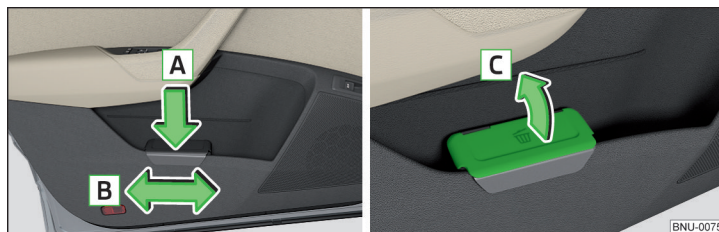

Fig. 104 Recipientul pentru reziduuri: introducerea sau deplasarea/deșchiderea
- ▶ Apăsați recipientul pentru reziduuri în partea din spate în sensul săgeții **A** » fig. 104.
- ▶ Scoateți recipientul pentru reziduuri în sens contrar săgeții **A** » fig. 104.
- ▶ Ridicați capacul în sensul săgeții **C** » fig. 104.